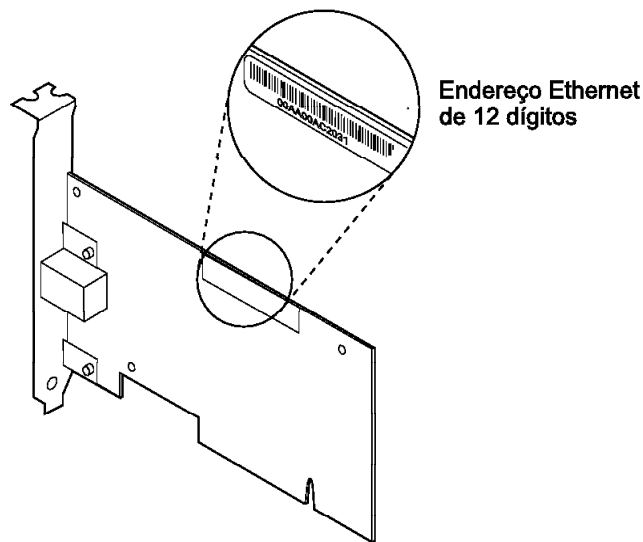

Figura 1-2. Localização do Endereço Ethernet
**Nota:** O endereço Ethernet da placa está impresso em uma etiqueta afixada na borda da placa, conforme mostrado na Figura 1-2 na página 1-3.